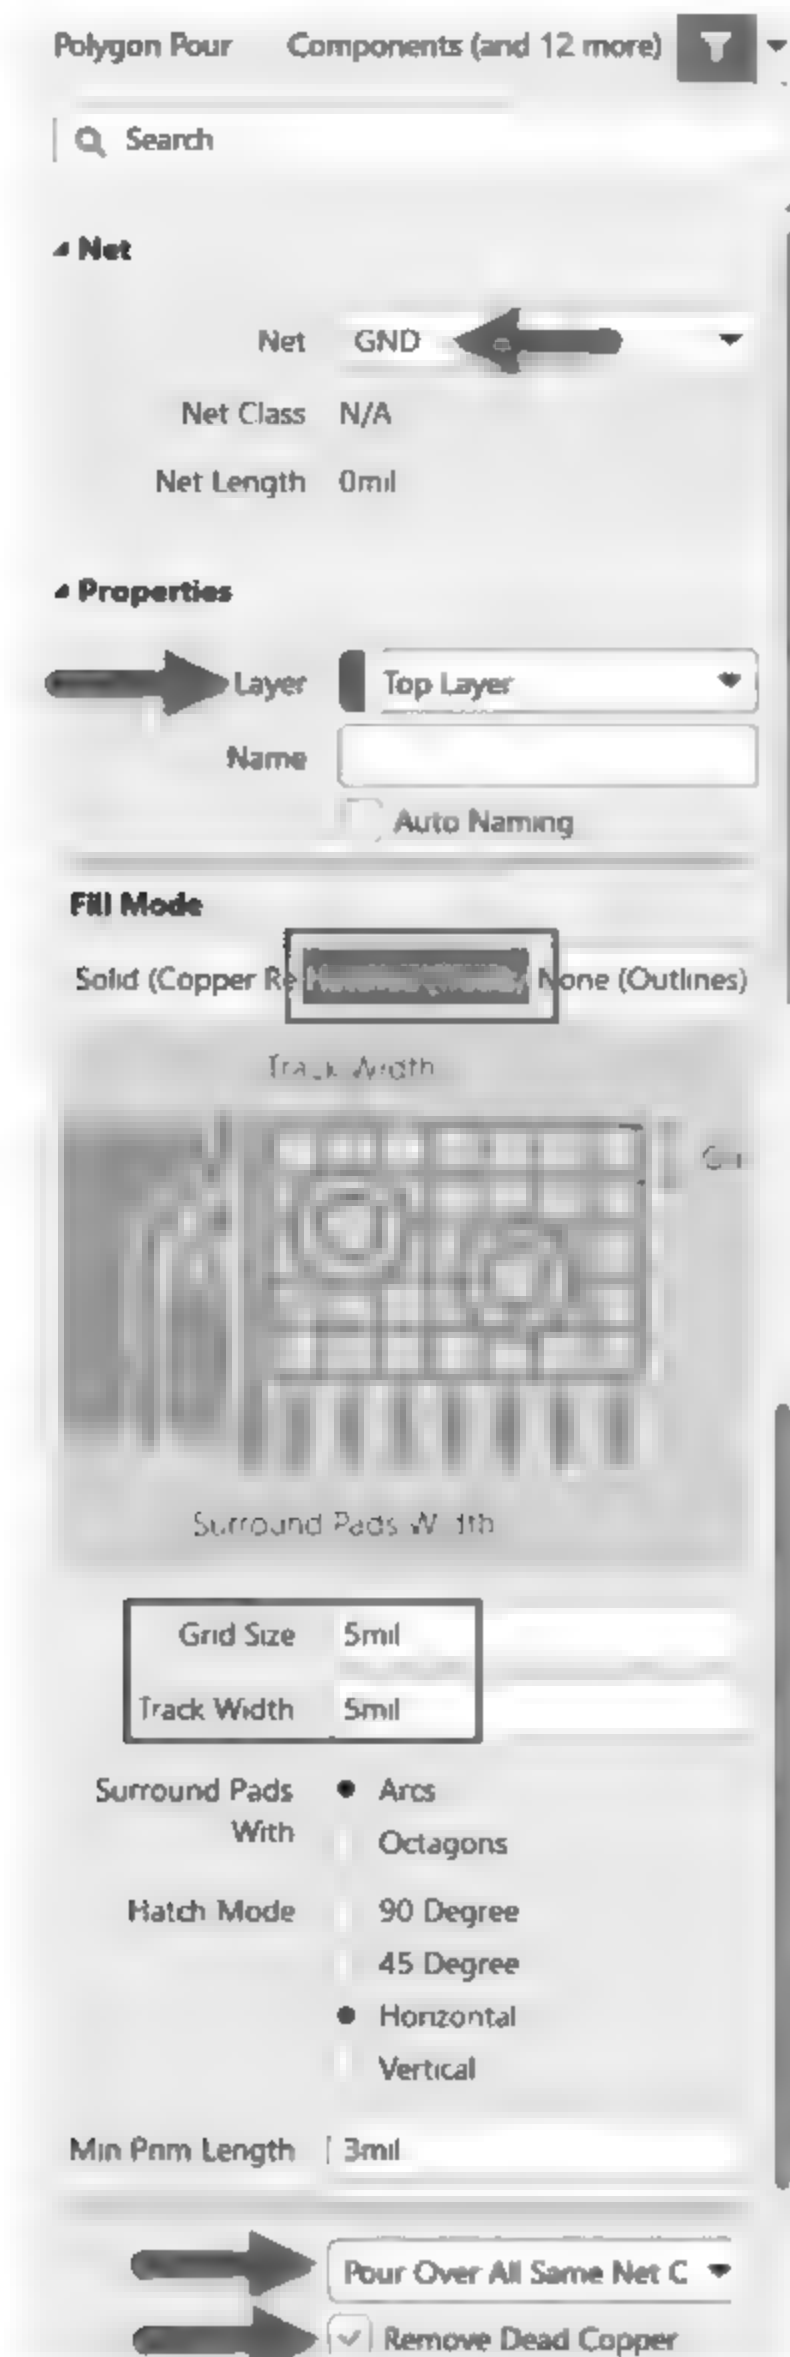

图 5-53 铺铜属性编辑面板
(1) 执行菜单栏中“放置”>“铺铜”命令,或者单击工具栏中的“放置多边形平面”按钮 , 打开铺铜属性编辑面板,在 Fill Mode 栏中选择 Hatched(Tracks/Ares) 动态铺铜方式(铺铜方式可根据自身需求来选择),如图 5-53 所示。